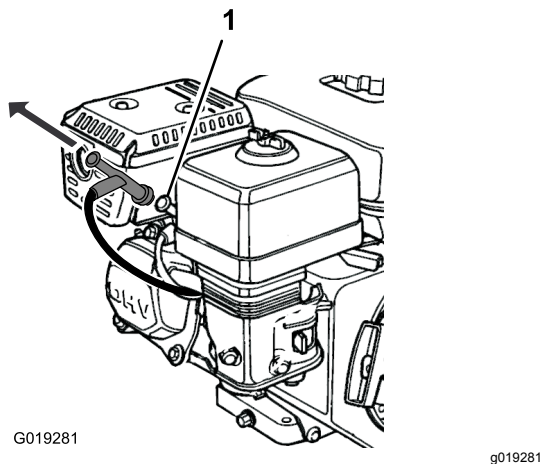

Figura 46
6. Desconecte el cable de la bujía; consulte Figura 46.
Desconecte el cable de la bujía del terminal de la bujía (Figura 46).